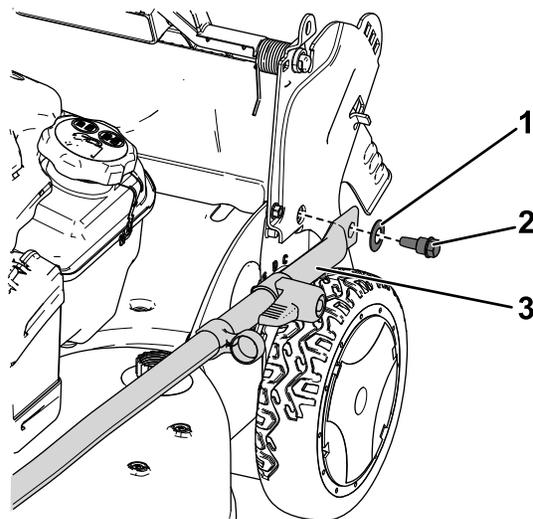

Рисунок 3
2. Присоедините торцевые части рукоятки к машине, установив две шайбы и два болта рукоятки (Рисунок 3), но не затягивайте эти болты.
Внимание: Проведите кабели к наружной части рукоятки (Рисунок 3).